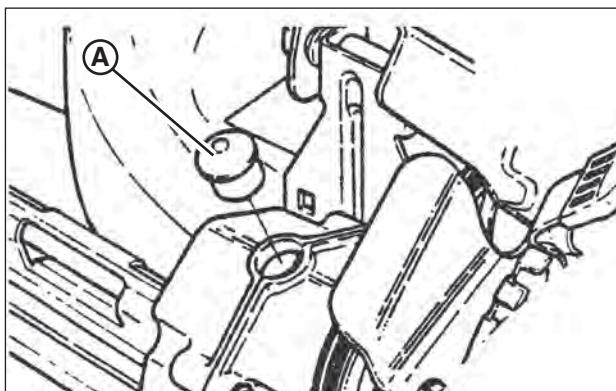

Figura 16: Retiro del tapón de llenado de la transmisión
1. Retire el tapón de llenado de la transmisión (**A, Figura 16**). Ruede la máquina hacia delante o hacia atrás mientras mira el orificio del tapón.